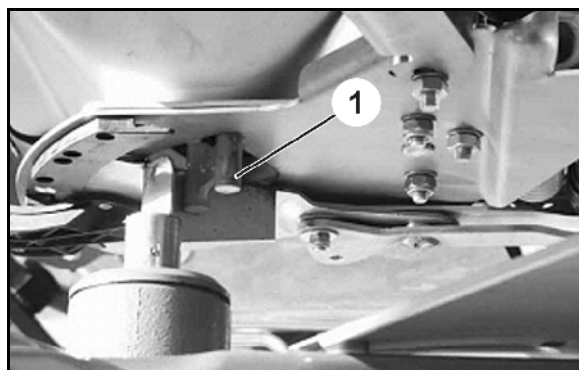

Рис. 62
6. Через освободившееся поперечное сечение пропускного отверстия должен легко проходить регулировочный щуп (Рис. 62/1) (опция, номер для заказа: 915018).